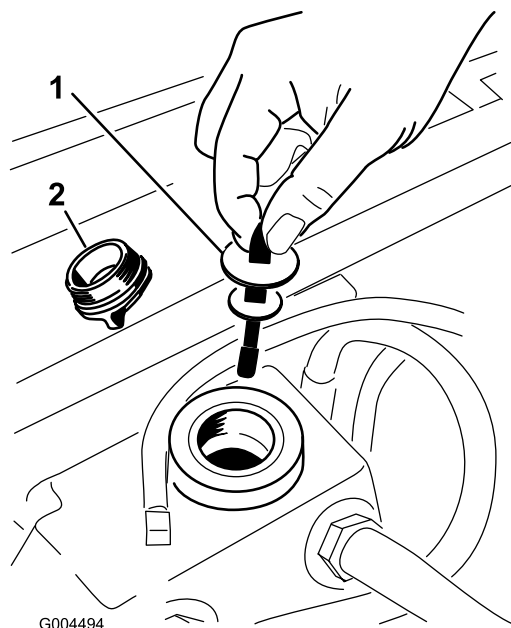

Figure 46
5. Enlevez le bouchon du goulot de remplissage du réservoir hydraulique (Figure 46).
6. Retirez la jauge et essuyez-la sur un chiffon propre (Figure 46).
7. Remettez la jauge dans le goulot de remplissage, ressortez-la et vérifiez le niveau de liquide (Figure 46).